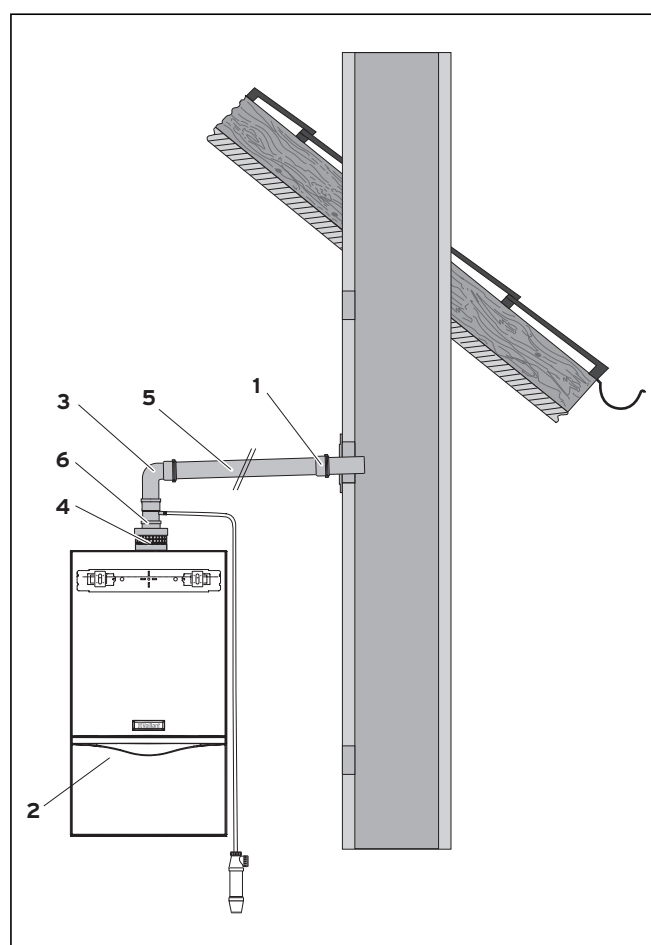

Рис. 6.14 Монтаж
- Монтируйте подвеску аппарата и установите аппарат (2, см. рис. 6.14) (см. соответствующие руководства по монтажу).
- Монтируйте переходник присоединительного патрубка аппарата (4, см. рис. 6.14), а также отвод конденсата (6, см. рис. 6.14) на аппарате. По монтажу шланга для конденсата и сифона см. раздел 6.5.
- Вставьте отвод (3, см. рис. 6.14) в отвод конденсата (6, см. рис. 6.14).
- Монтируйте необходимые удлинители (5, см. рис. 6.14). Максимальные длины приведены в табл. 6.2.